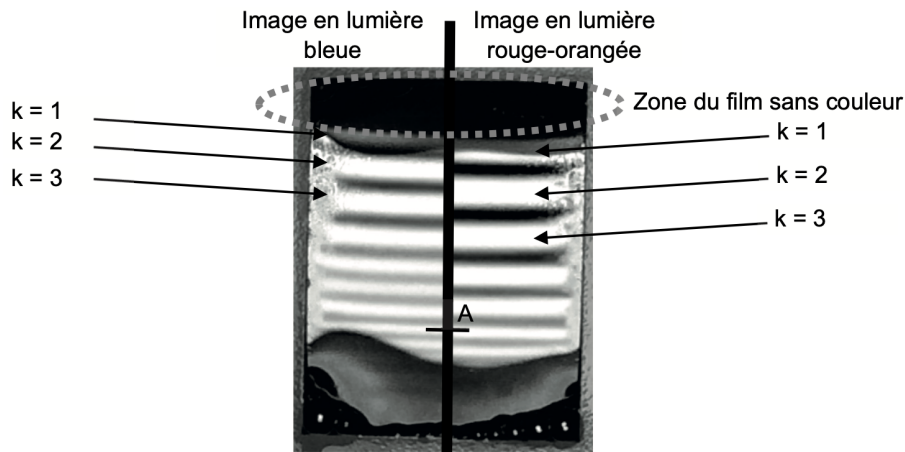

Figure 5. Montage photo des résultats des deux expériences
**ANA** 2.3. La zone sans couleur de la figure 5 en haut du support correspond à une épaisseur du film très faible. On obtient alors des interférences destructives. On observe qu'au cours du temps, la surface de cette zone s'étend vers le bas. Proposer une explication à cette observation.
**RÉA** 2.4. Sur la photo de la figure 5, au niveau du point A, on observe des interférences constructives à la fois en lumière bleue et en lumière rouge-orangée. Déterminer l'épaisseur du film de savon au point A afin de rendre compte de ces observations.